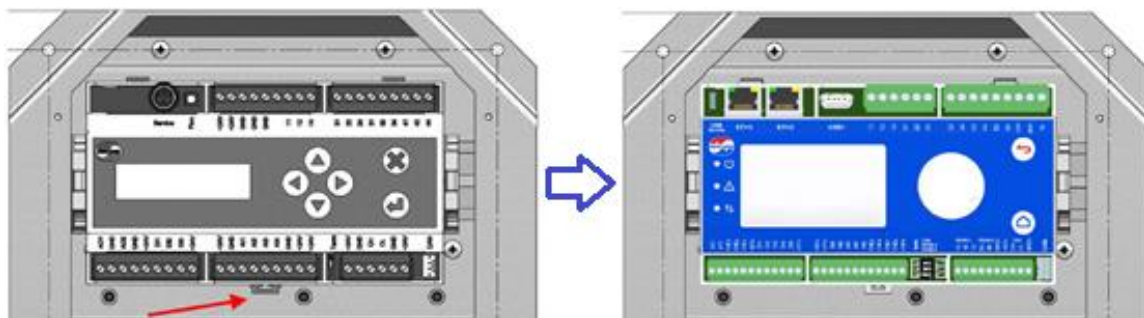

Figura 14: Atualização de módulo GMM EC para GMMnext.
- Remover o controlador GMM EC utilizando uma chave de fenda para soltar a mola de fixação inferior, destacada na Figura 14;